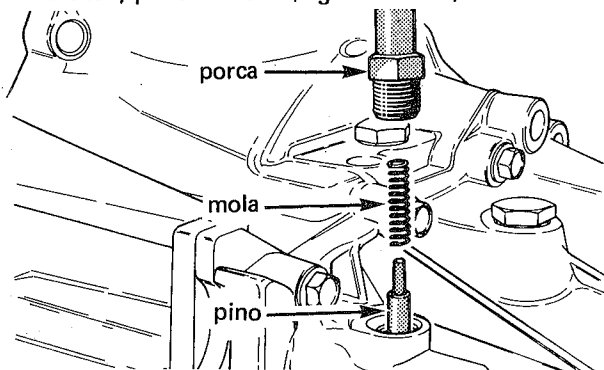

fig. 48
4. Remover a porca do mecanismo trava do eixo seletor, pino e mola (figs. 48 e 49)